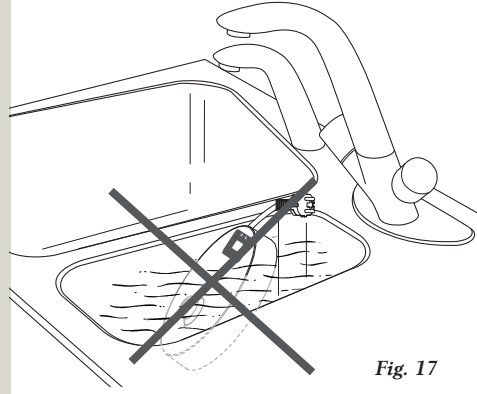

Fig. 17
- Sänk inte ned bottenplattan i vatten. (fig. 17)